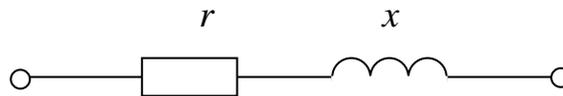

Рисунок 1.2.
9. Схема замещения (рис. 1.2.) и ее параметры: